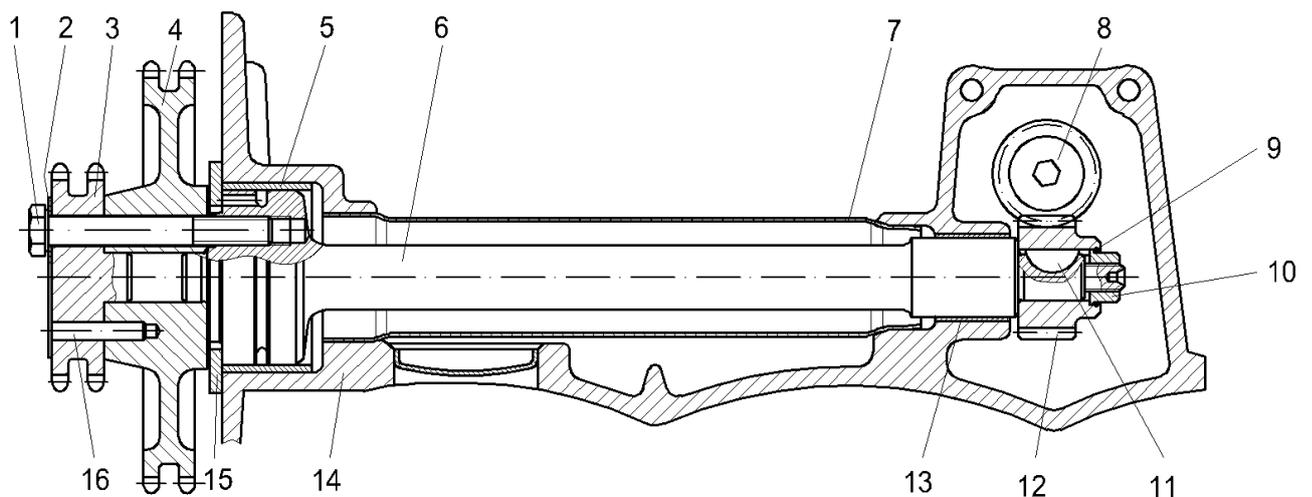

Рис.28. Промежуточный вал:
**Промежуточный вал** (рис.28) – служит для привода масляного насоса. Промежуточный вал сборный. Передняя и задняя опорные шейки, изготовленные из порошкового материала методом порошковой металлургии, напрессованы на стальной вал.